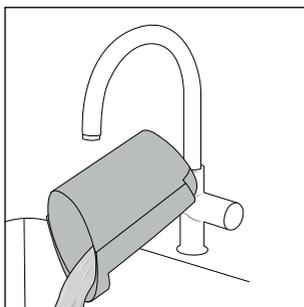

Rys. 20
- ▶ Po każdym użyciu opróżnij zbiornik na brudną wodę ❷, gdy poziom brudnej wody osiągnie oznaczenie MAX.
- ▶ Podczas opróżniania zbiornika na brudną wodę ❷ upewnij się, że odpływ (np. w umywalkach) nie zostanie zablokowany przez włosy lub większe zanieczyszczenia.
- ▶ Gdy zbiornik na brudną wodę ❷ się zapełni, za pomocą pływaką ❸ automatycznie wyłączany jest silnik zasysający.
- ◆ Aby opróżnić zbiornik na brudną wodę ❷, należy postępować w następujący sposób:
1. Naciśnij przycisk nad zbiornikiem na brudną wodę ❷ w dół (patrz rys. 20). Podczas naciskania przycisku w dół, trzymaj uchwyt zbiornika na brudną wodę ❷.
2. Wyciągnij zbiornik na brudną wodę ❷ do przodu z urządzenia (patrz rys. 20).